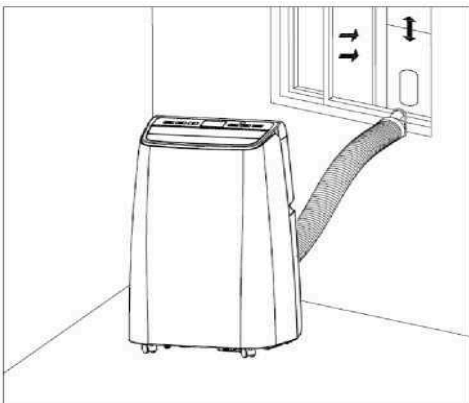
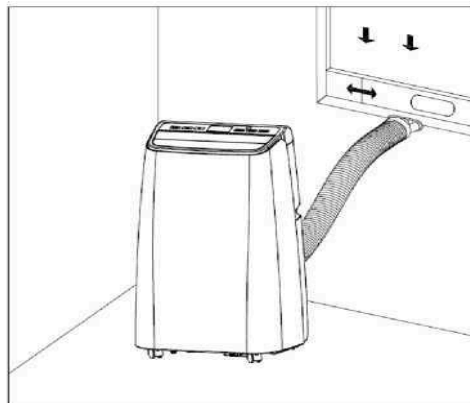

Bild 5
Abbildung 6
2) Ziehen Sie das Heizrohr heraus und klicken Sie das flache Ende der Heizrohranschlüsse in die elliptische Öffnung der Fensterdichtungsplattenbaugruppe ein (wie in Abbildung 5 und Abbildung 6 dargestellt).